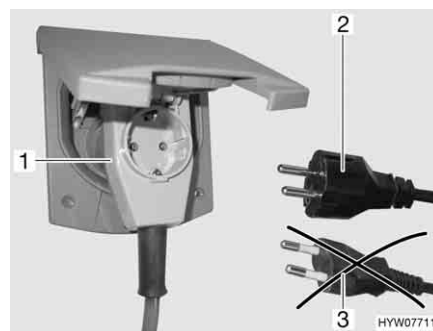

Fig. 111 Collegamento ad un connettore ad angolo provvisto di presa
- ▶ Se si impiega un connettore ad angolo CEE 17 provvisto di una presa integrata sulla parte posteriore (Fig. 111,1), utilizzare esclusivamente una spina IP 44 gommata e sigillata con contatto di terra (Fig. 111,2). Non utilizzare spine senza contatto di terra (Fig. 111,3). Pericolo di scarica elettrica!